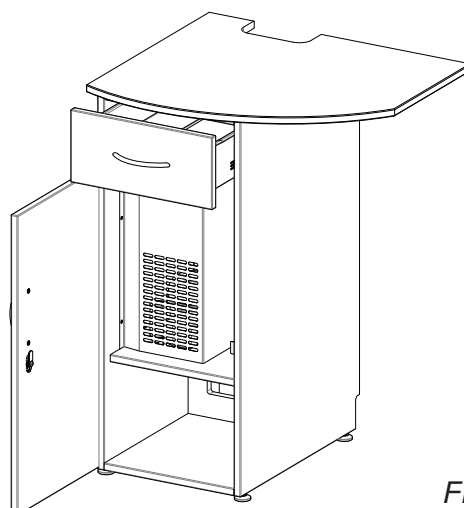

Fig. 20
3.9.3 Basiskabinet med indbygget køleenhed (fig. 20)